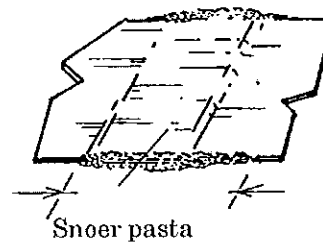

Fig. 1b
- de langsranden van de folie worden aangestroken met pasta om capillaire verschijnselen te vermijden (fig. 1b)